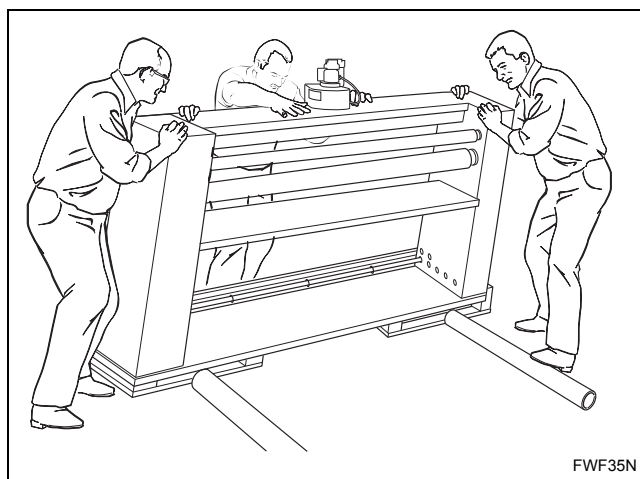

Figura 6
5. Coloque dois roletes no chão, perto da calandra. Consulte a *Figura 6*.
7. Desça a calandra lentamente para fora da plataforma e para cima dos dois primeiros roletes, tendo cuidado para manter o aparelho nivelado. Consulte a *Figura 6*.